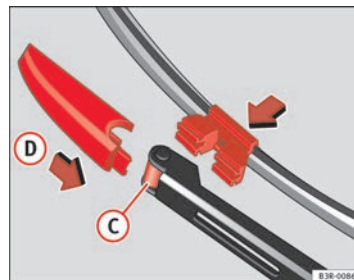

Fig. 184 Montaggio della spazzola
- Applicare la nuova spazzola al braccio del tergicristallo ⇒ **fig. 184 (C)**.